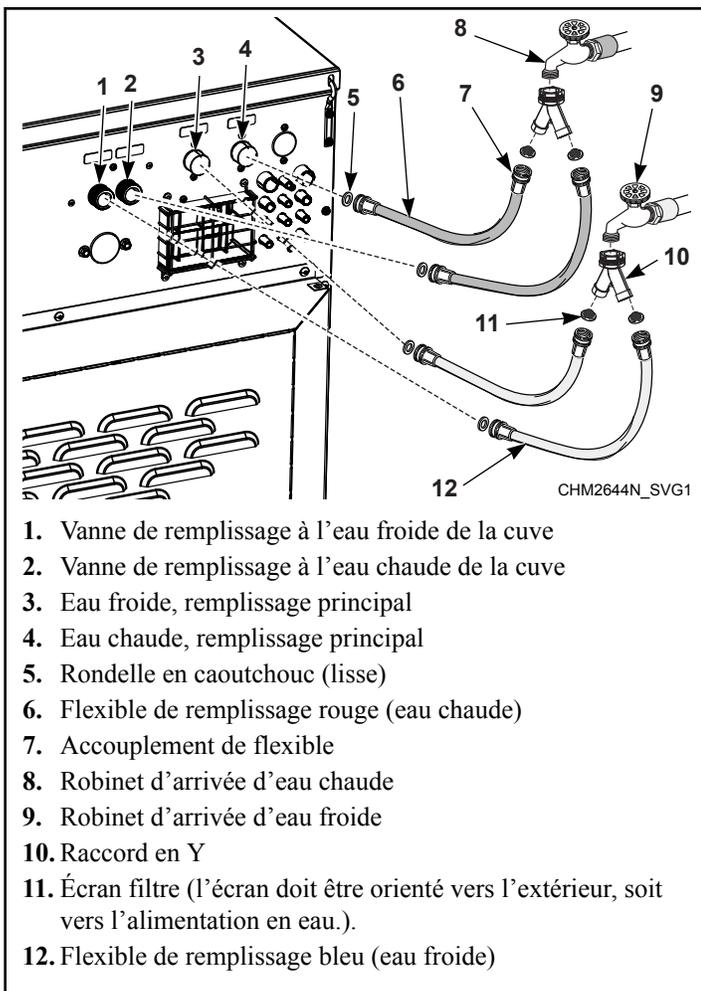

Figure 30
1. Avant d'installer les tuyaux, vidanger le système d'eau du bâtiment aux valves de connexion de la machine pendant au moins deux (2) minutes.
2. Retirer les quatre (4) rondelles de caoutchouc lisses et les quatre (4) écrans-filtres du sac d'accessoires fourni avec la machine.
3. Installer une (1) rondelle en caoutchouc lisse à une extrémité et un (1) écran-filtre-écran à l'autre extrémité de chaque flexible de remplissage. Les écrans doivent être orientés vers l'extérieur, soit vers l'alimentation en eau. Voir *Figure 30*.
4. Visser un (1) des connecteurs en Y (fourni avec la machine) sur le robinet d'alimentation en eau froide et un (1) sur le robinet d'alimentation en eau chaude.
5. Visser les accouplements de flexible avec les écrans-filtres sur les robinets d'entrée d'eau et les serrer à la main. Utiliser les deux (2) bras du flexible qui porte une étiquette rouge pour le raccord de l'eau chaude et les deux (2) bras du flexible qui porte une étiquette bleue pour le raccord de l'eau froide.
7. Visser l'accouplement avec la rondelle de caoutchouc lisse de l'un (1) des flexibles qui porte une étiquette rouge (fixé au raccord d'eau chaude) sur la vanne de remplissage principal (qui porte une étiquette rouge). Visser l'accouplement avec la rondelle de caoutchouc lisse de l'autre flexible qui porte une étiquette rouge sur la vanne de remplissage de la cuve (qui porte une étiquette rouge). Serrer à la main. Voir *Figure 30*.
8. Visser l'accouplement avec la rondelle de caoutchouc lisse de l'un (1) des flexibles qui porte une étiquette bleue (fixé au raccord d'eau froide) sur la vanne de remplissage principal (qui porte une étiquette bleue). Visser l'accouplement avec la rondelle de caoutchouc lisse de l'autre flexible qui porte une étiquette bleue sur la vanne de remplissage de la cuve (qui porte une étiquette bleue). Serrer à la main. Voir *Figure 30*.